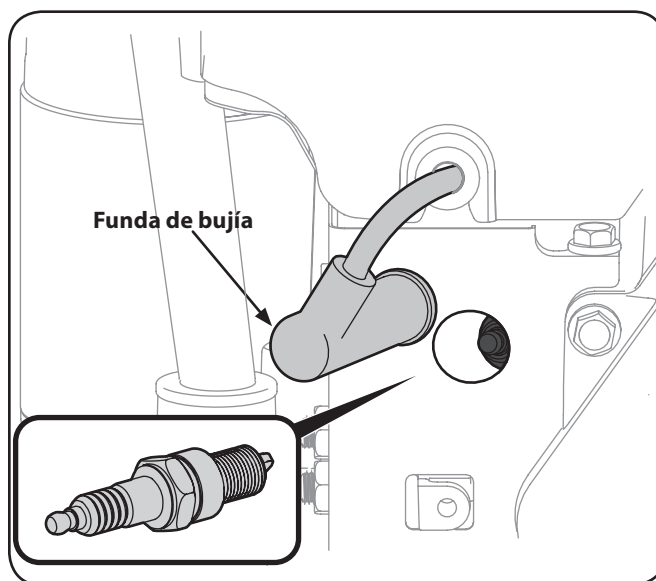

Figura 6-9
1. Retire la funda de bujía y utilice una llave para bujías para extraer la bujía. Vea la Figura 6-9.